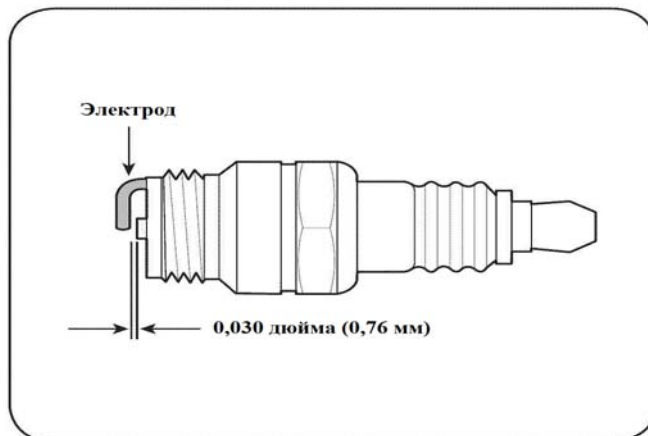

РИС. 15
3. Проверьте зазор проволоочным щупом (см. Рис. 15). Значение зазора между электродами свечи должно составлять 0,030 дюйма (0,76 мм). При необходимости отрегулируйте зазор.